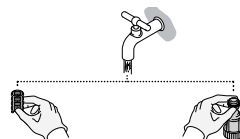

Fig. 30
3. Enxague as peças com água limpa (Fig. 30).